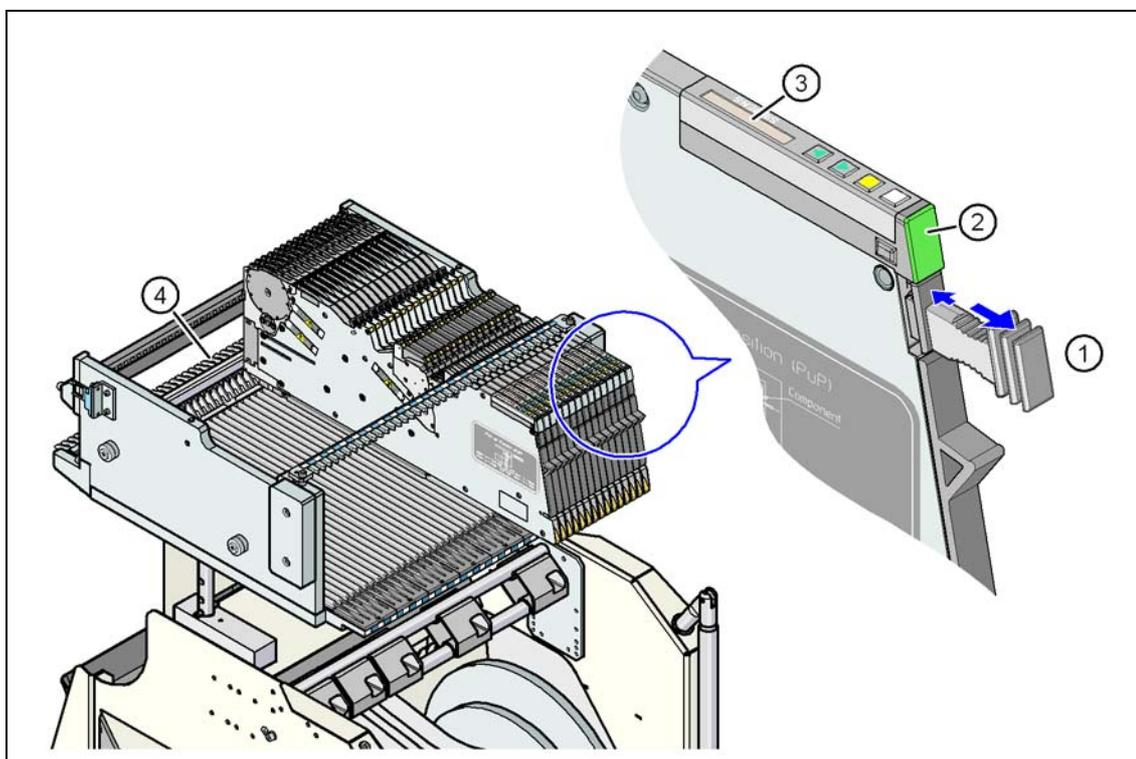

图 5.10 - 1 从转换料台移除 X 供料器组件
准备就绪，如果当前设置中包含 X 供料器组件，状态显示（图 5.10 - 1 中的 2，第 262 页）显示绿色。如果当前的设置不包含供料器组件，则状态显示屏保持关闭状态。
- 按下移除柄（图 5.10 - 1 中的 1，第 262 页）。移除柄弹出，状态显示屏关闭。